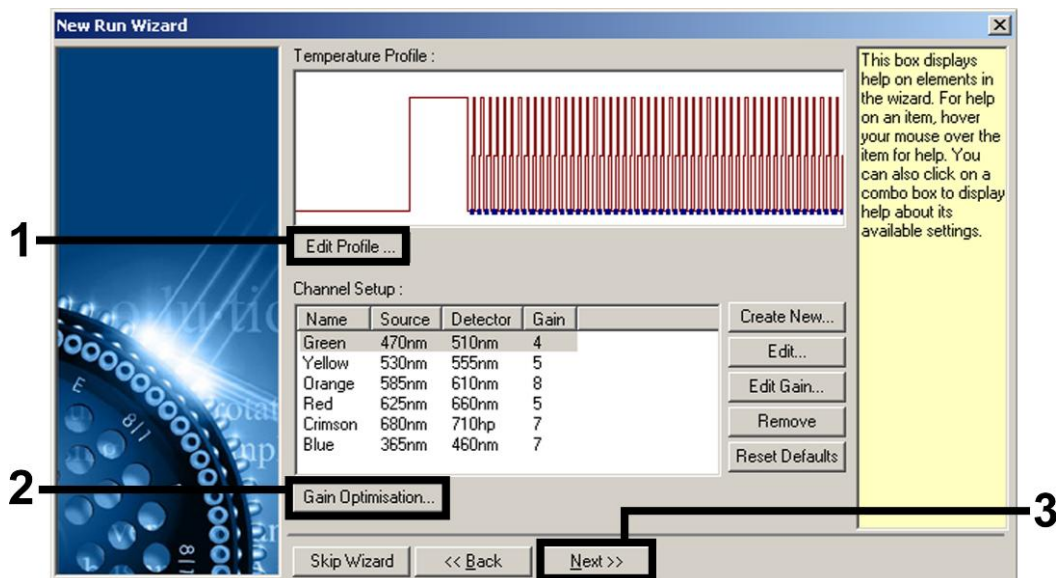

Abbildung 3. Bearbeiten des Profils. Beispielhafter Screenshot für das *artus* HI Virus-1 QS-RGQ.
5. Klicken Sie im nächsten „New Run Wizard“-Dialogfenster (Abb. 3) auf die Schaltfläche „Edit Profile“ (Profil bearbeiten). Programmieren Sie das Temperaturprofil für das entsprechende *artus* QS-RGQ Kit wie in Tabelle 1 gezeigt. Verwenden Sie die beispielhaften Screenshots der Abb. 3–6 als Leitfaden (als Beispiele sind Screenshots für das *artus* HI Virus-1 QS-RGQ Kit gezeigt).
6. Der Messbereich der Fluoreszenz-Kanäle muss auf die Fluoreszenzintensität in den PCR-Ansätzen abgestimmt werden. Klicken Sie im Dialogfenster „New Run Wizard“ auf „Gain Optimisation“ (Optimierung der Verstärkung), um das Dialogfenster (siehe Abb. 3) „Auto-Gain Optimisation Setup“ (Einrichten der Optimierung der automatischen Verstärkung) zu öffnen. Stellen Sie die Kalibrierungstemperatur so